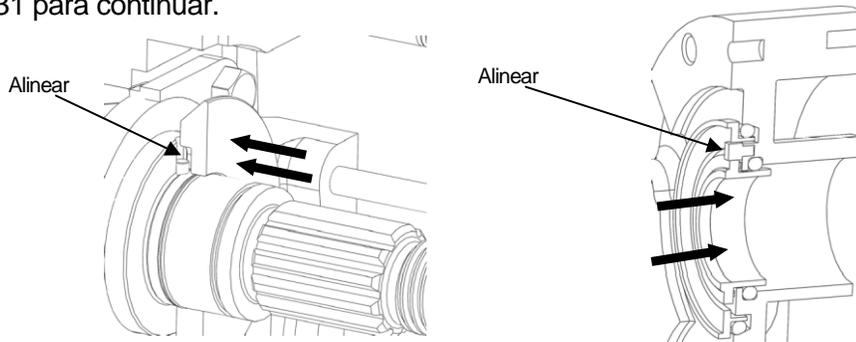

Figura 36: Ensamblaje de sello mecánico doble
*Ensamblaje:* Limpie ambos extremos del eje y el cuerpo antes de ensamblar. Aplique una ligera película de lubricante a las juntas tóricas NUEVAS e insértelas en los ejes (la ranura más alejada de las lengüetas), en el cuerpo y en las juntas exteriores. Deslice el sello giratorio sobre el eje empujando contra el hombro del eje, asegurándose de alinear la ranura del sello con el pasador motriz del eje (Figura 36). Coloque los resortes ondulados en los sellos estacionarios e instálelos en la parte posterior del cuerpo, asegurándose de que la ranura del sello se alinea con el pasador de la parte posterior del cuerpo. Inserte el sello exterior (con las juntas tóricas) en la parte posterior del cuerpo. Asegúrese de que todas las caras del sello estén limpias. Vea Ensamblaje de la bomba en la página 31 para continuar.